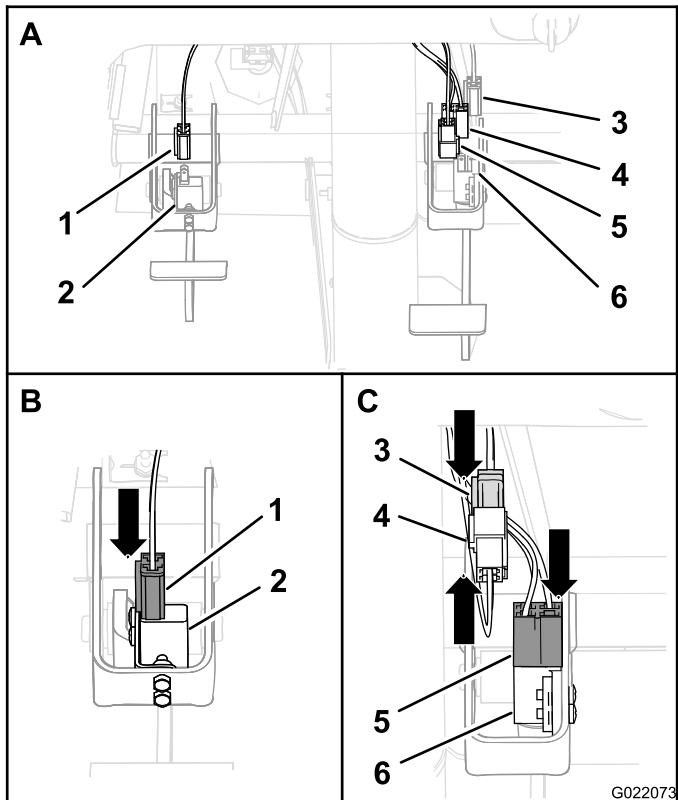

Figura 12
2. Ligue o conector de 2 tomadas ao interruptor da embraiagem (Figura 12).
- Ligue o conector de 4 tomadas ao interruptor do travão (Figura 12).
- Ligue o conector de 2 pinos da cablagem elétrica do interruptor ao conector de 2 tomadas da cablagem da máquina (Figura 12).